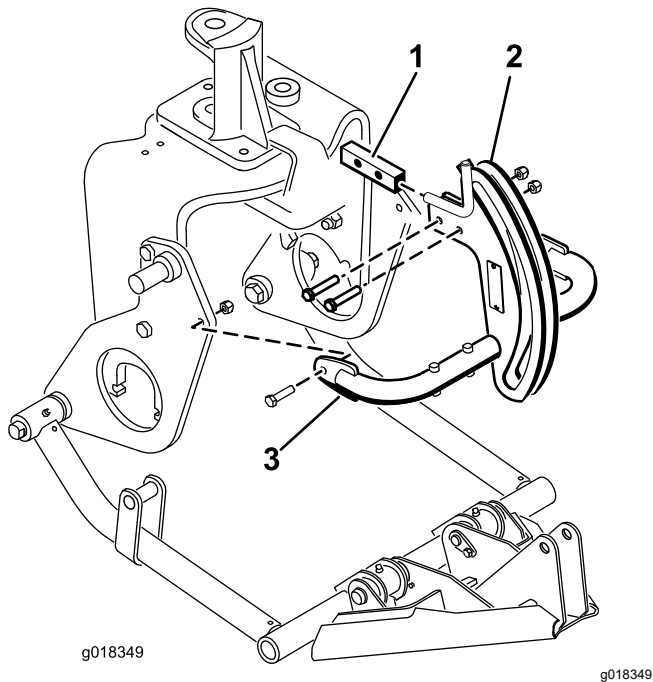

Figura 14
6. Montai partea superioară a cadrului de cuplare pe suportul cadrului de cuplare cu 2 uruburi ($\frac{3}{8} \times 2"$) i piulie (Figura 14).
7. Montai tuburile cadrului de cuplare la plăcile de plug cu uruburi ($\frac{3}{8} \times 1 \frac{1}{2}"$) i piulie (Figura 14) i strângei elementele de fixare.